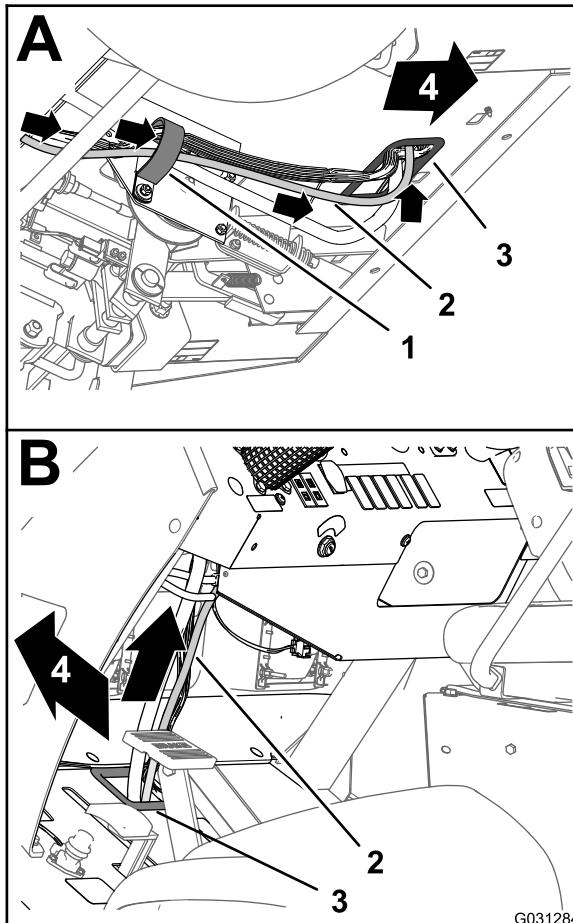

図 142
3. データ用ハーネスの 220 cm の枝線を前方上方へ延ばして、フロアパネルの穴についているハトメに通す 図 142。
4. データ用ハーネスの 220cm の枝線を上方へ、機体の前方ワイヤハーネスに沿って延ばす 図 142。